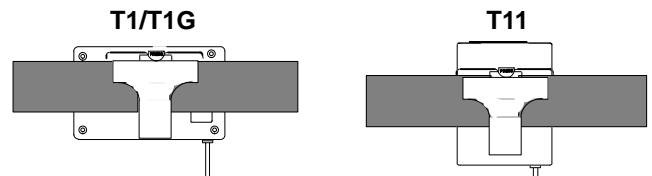

FIGURA 6. APPONTAMENTO DEL TRASMETTITORE
1. Fissate il trasmettitore alla cintura, alla cinghia della chitarra o a una fascia in vita, come illustrato nella figura 6. Premete la linguetta con la scritta PRESS e fate scorrere la cintura o la cinghia fra il trasmettitore e il fermaglio. Per aumentare la stabilità, tirate la cinghia o la cintura verso il filo superiore del fermaglio, specialmente se usate una cinghia sottile.